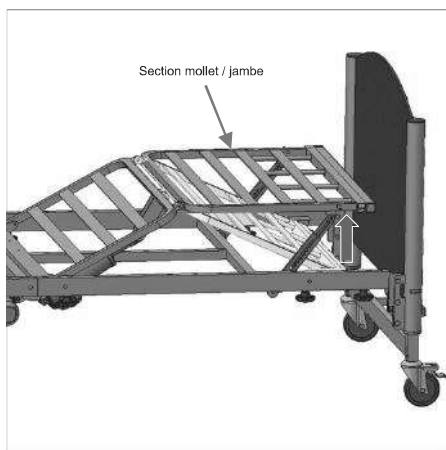

Figure 13: Relever la section manuelle des mollets
- Pour diminuer l'angle de rupture du genou, soulevez manuellement la section mollet / jambe à la position souhaitée. La section mollet / jambe se verrouille automatiquement en place (**Figure 13**).